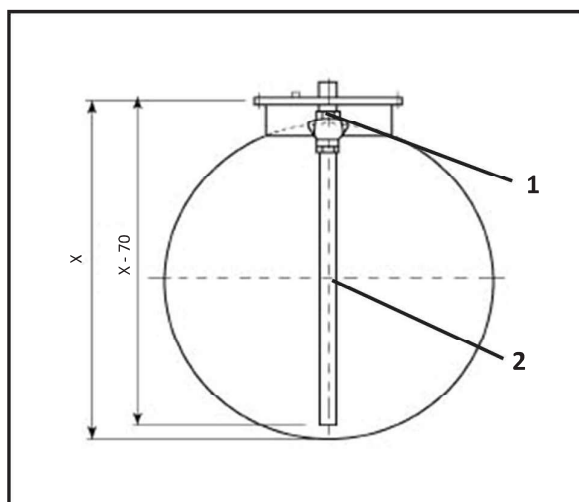

Figure 1
3 : Raccorder le tuyau (position 2/Figure 1) au limiteur :
- mesurer la distance X entre la bague du trou d'homme (position 1/figure 1) et le fond du réservoir.